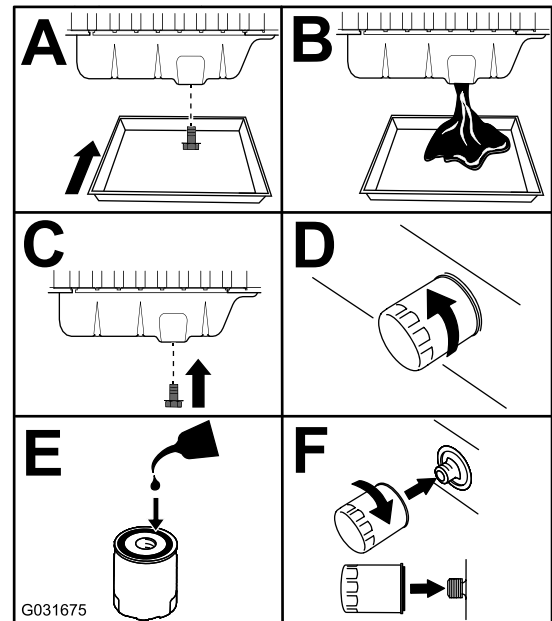

Figura 57
3. Cambie el aceite del motor y el filtro (Figura 57).